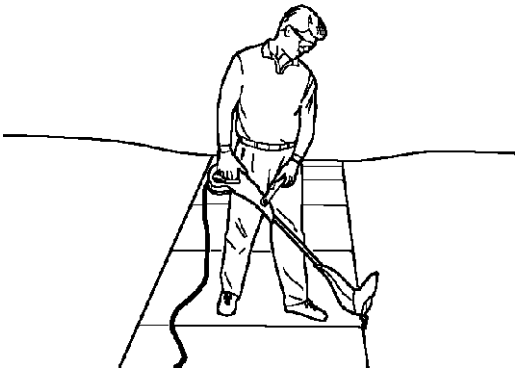

Fig. 15
6. **UTILISATION EN TANT QUE TAILLE-BORDURE (Fig. 15).** L'appareil étant réglé en tant que taille-bordure, le maintenir de façon que le moteur soit à gauche pour que les débris soient projetés vers l'arrière. Toujours porter des lunettes de sécurité.